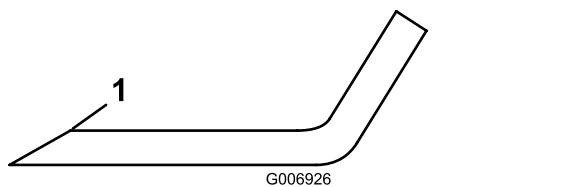

**Figura 71**
- Examine cuidadosamente los extremos de corte de la cuchilla, sobre todo en el punto de reunión entre la parte plana y la parte curva de la cuchilla (Figura 71).